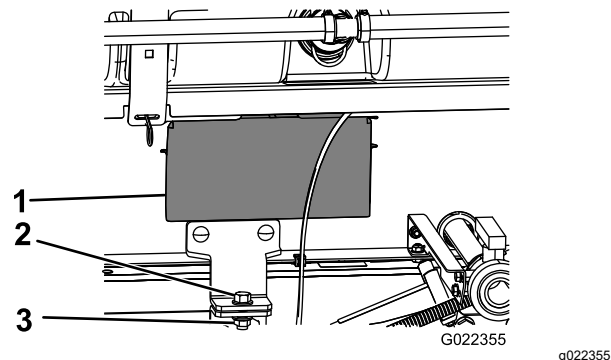

Bild 34
5. Nehmen Sie die Abdeckplatten an beiden Seiten des Gestellrahmens ab (Bild 34).
8. Befestigen Sie die Befestigungshalterung des Behältergestells mit einer Schraube ($\frac{1}{2}$ " x $1\frac{1}{2}$ ") und einer Sicherungsmutter ($\frac{1}{2}$ ") an der Ladepritschenhalterung am Rahmen auf beiden Seiten der Maschine, wie in Bild 34 abgebildet.